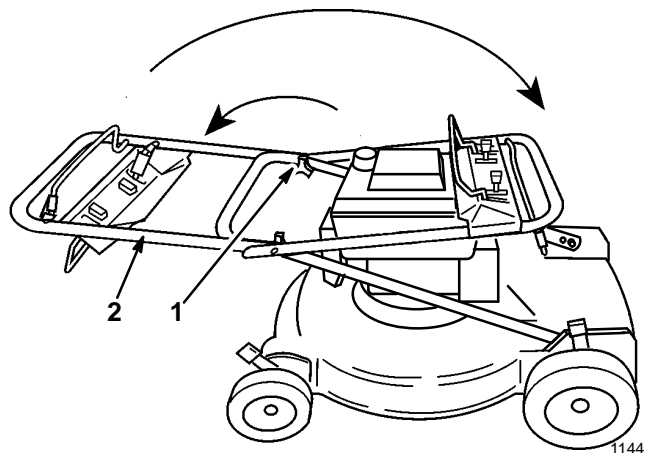

Figure 50
2. Girar el manillar hacia la parte delantera de la cortadora de césped (Fig. 50).